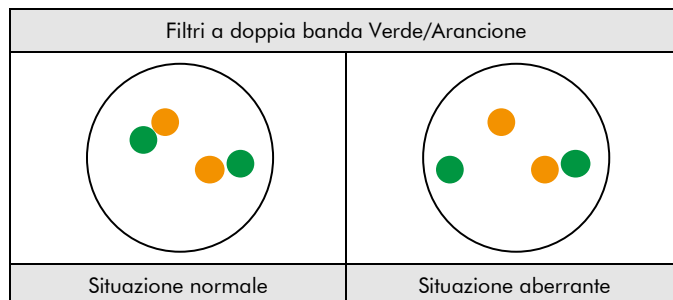

Fig. 2: Risultati attesi in situazione normale e aberrante
**Situazione normale:** nelle interfasi di cellule normali o cellule senza una traslocazione che coinvolge la regione del gene PDGFRB, compaiono due segnali di fusione verdi/arancioni (vedere Fig. 2).
**Situazione aberrante:** una regione del gene PDGFRB interessata da una traslocazione è evidenziata da due segnali separati, di cui uno verde e uno arancione (vedere Fig. 2).